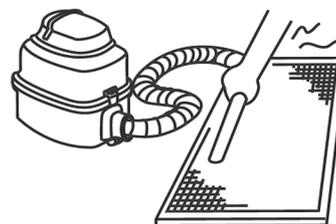

Abb. 5-15
- Während der Reinigung mit Staubsauger soll die Lufteinlassseite nach oben zeigen. (Siehe Abb. 5-15.)